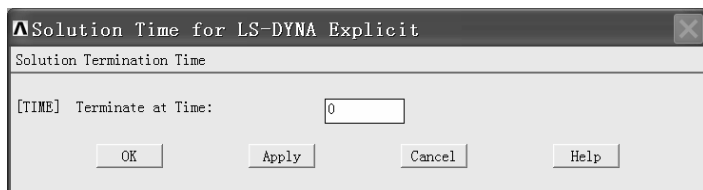
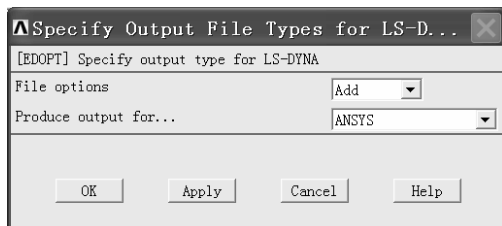

图 2-177 “Solution Time for LS-DYNA Explicit” 窗口
图 2-178 “Specify Output File Types for LS-D...” 窗口
(1) 依次选择 Main Menu>Preprocessor>Solution>Time Controls>Solution Time,弹出“Solution Time for LS-DYNA Explicit”窗口(见图 2-177)。
(2) 在“Solution Time for LS-DYNA Explicit”窗口中的“[TIME] Terminate at Time:”后的方框中输入“0.005”,然后单击该窗口中的“OK”按钮。
(3) 依次选择 Main Menu>Preprocessor>Solution>Output Controls>Output File Types,弹出“Specify Output File Types for LS-D...”窗口(见图 2-178)。